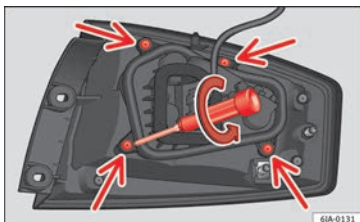

Fig. 100 Parafusos de fixação na parte posterior da unidade de luz traseira.
- Desaperte os quatro parafusos de fixação do porta-lâmpadas para a esquerda com a chave de fendas fornecida ou com uma chave Torx 20 (T20) » **Fig. 100**. Ter cuidado para não perder os parafusos de fixação do porta-lâmpadas.